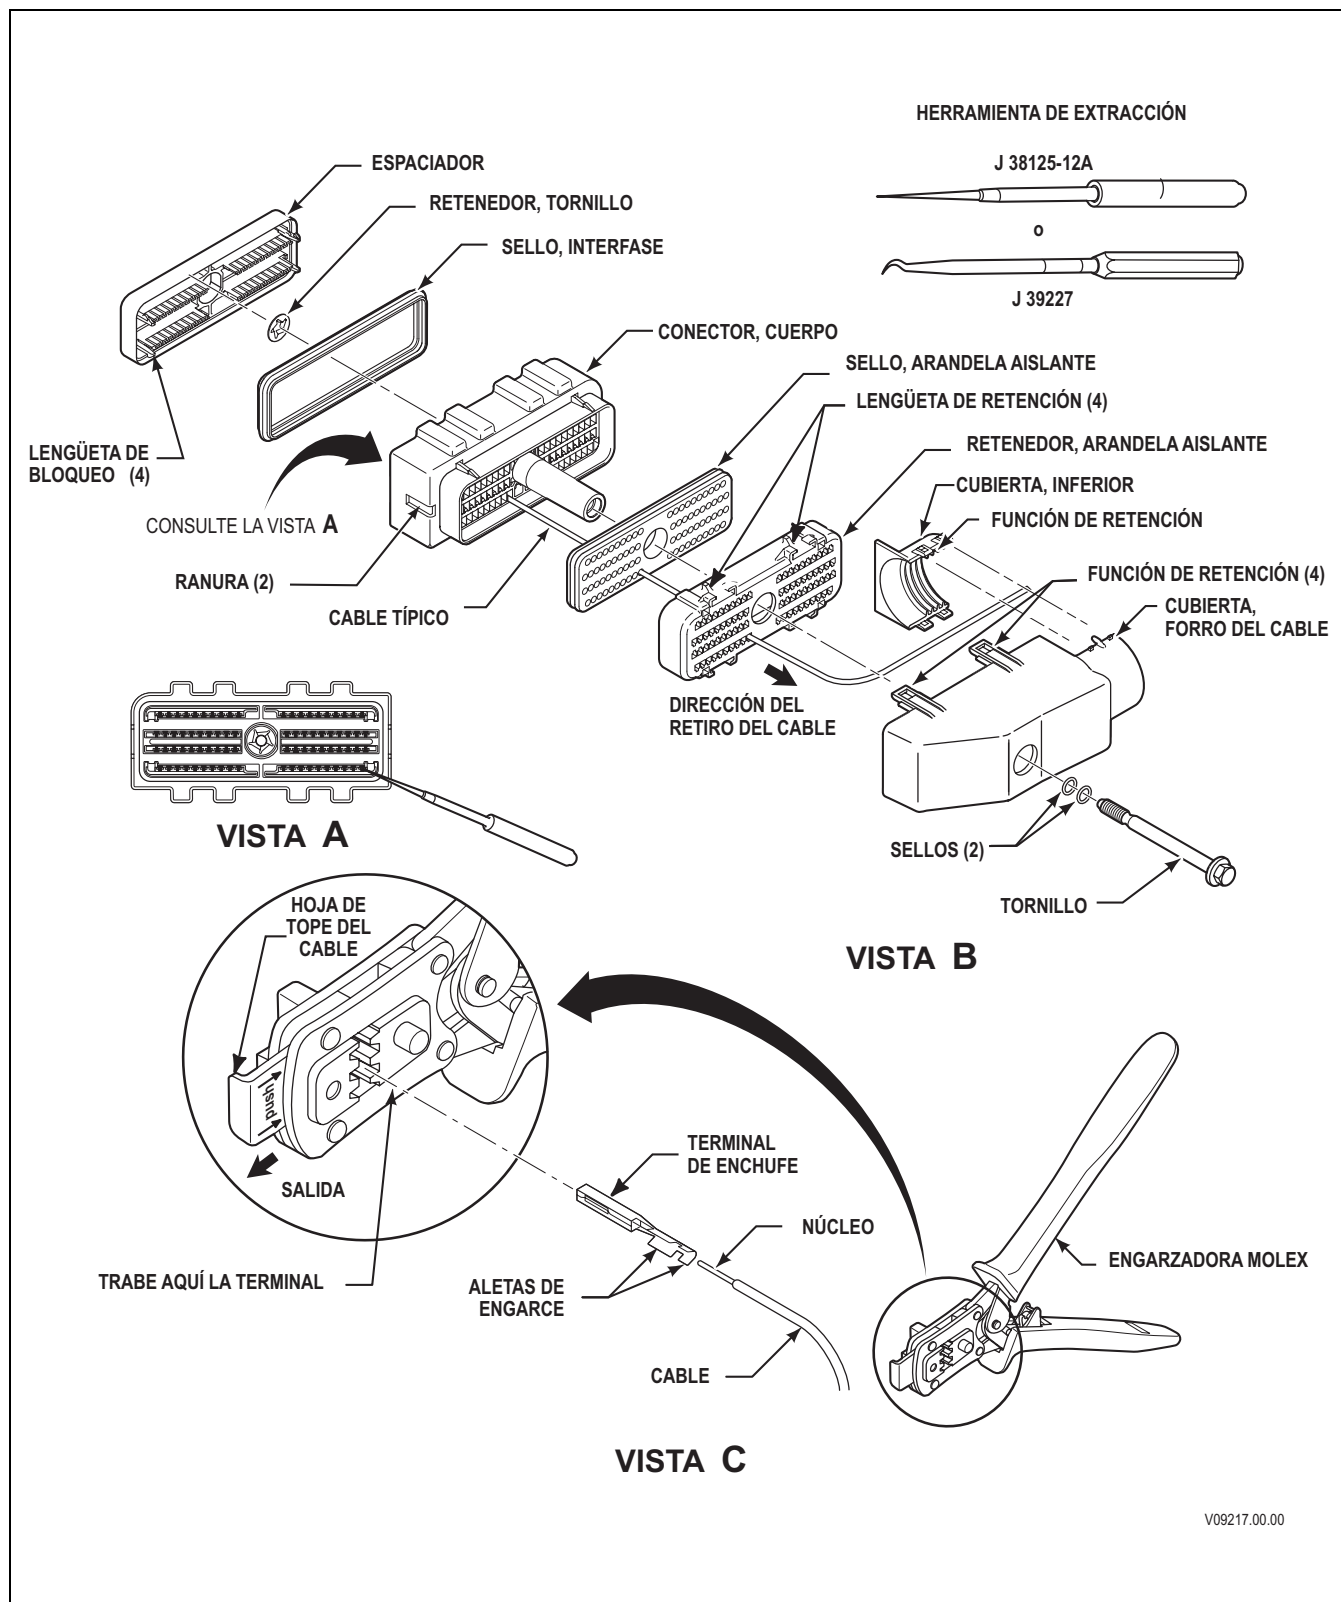

Figura E-1B. Tornillo AFL 80F-Ayuda, conector del TCM de 90 grados dirección 'A'
B. Conector del TCM, ensamble de ayuda del tornillo 80F, forro del cable de 90 grados dirección 'A' (consulte la figura E-1B)
C. Conector del TCM, ensamble de ayuda del tornillo 80F, forro del cable de 90 grados dirección 'B' (consulte la figura E-1B)